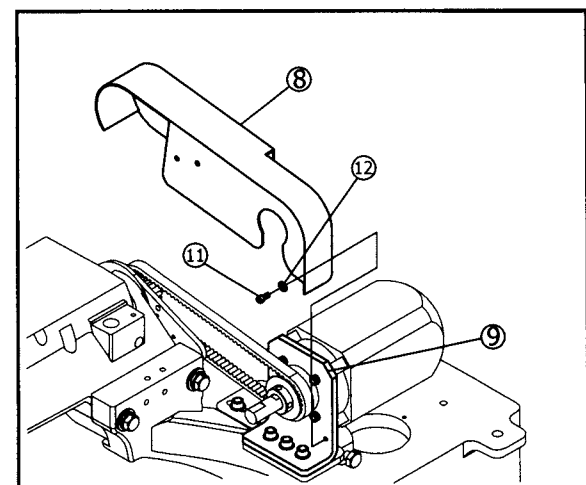

Fig. 18
(Fig. 18)
- (2) 固定皮帶護蓋⑧到馬達蓋座⑨要用螺絲⑪和墊片⑫鎖緊。(Fig. 18)